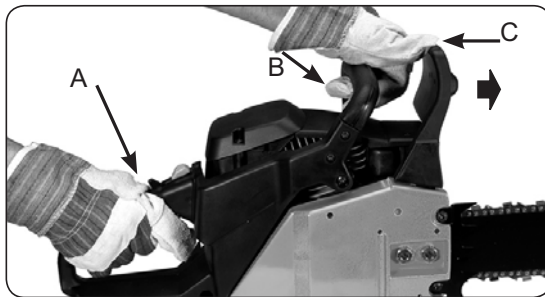

Рис. 8
3. Возьмитесь за заднюю рукоятку (A) правой рукой. (Рис. 8)
- 4.левой рукой крепко возьмитесь за переднюю рукоятку (B), а не за рычаг тормоза цепи (C).
5. Нажмите на рычаг газа до 1/3 от его хода, после этого сразу же задействуйте рычаг тормоза цепи (C)